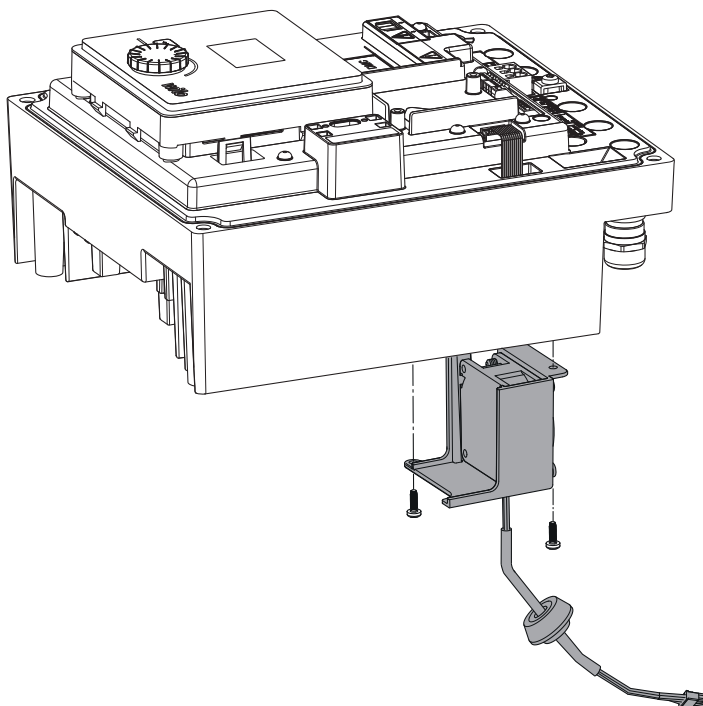

Fig. 45: Сваляне на вентилатора на модула заедно с кабела и гуменото уплътнение
- Отворете капака на електронния модул. (Fig. 45).